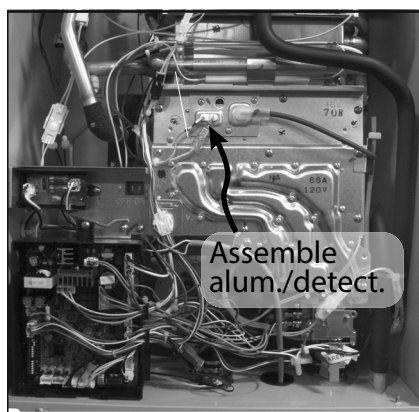

Figure 24
- Retirez l'assemblage des sondes, comme décrit ci-dessous. (voir Figure 24).